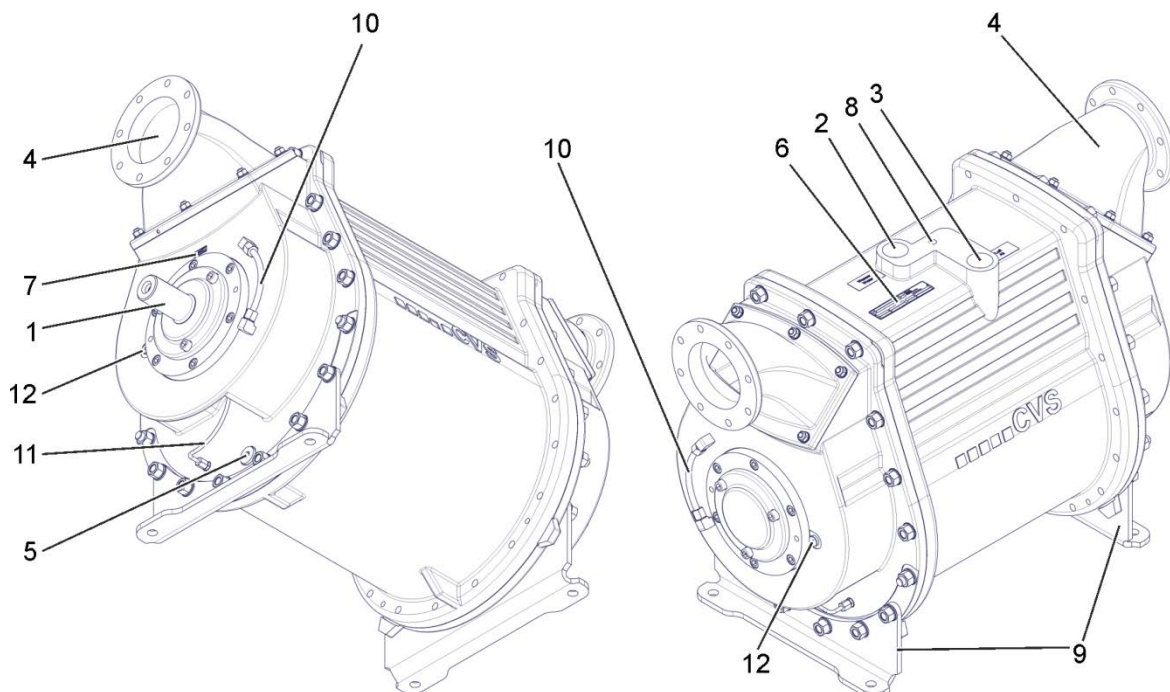

Рис. 1: Устройство
- Использовать только предусмотренный рым-болт. См. стр. 19, Рис. 1, поз. 8
Направление вращения	См. Стрелка, указывающая направление вращения стр. 19, Рис. 1, поз. 7.
- Налейте производственную воду непосредственно в VacuStar WR до середины вала (см. стр. 19, Рис. 1, поз. 10 «Индикатор производственной воды»). Стопорные краны на воду в подводящем трубопроводе производственной воды препятствуют наполнению VacuStar WR из резервуара для хранения производственной воды.
- Всегда перед запуском наполнять жидкостно-кольцевой насос прибл. до половины (середина вала) жидкостью. (см. стр. 19, Рис. 1, поз. 10)